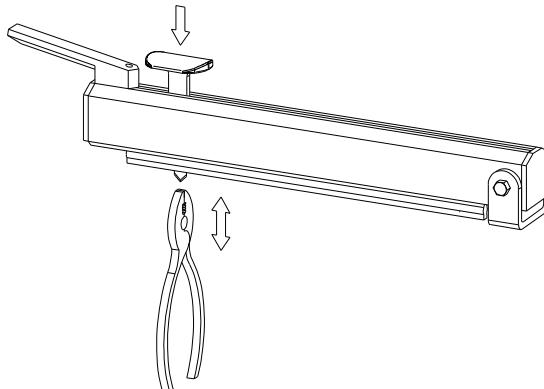

Fig2
5. Ist das Messer stumpf oder beschädigt, so kann man durch eindrücken des Messerschlittens das Messer aus der Halterung mit einer Zange entnehmen und ein neues Messer einsetzen (fig. 2).
5. Cuando la cuchilla está rota o deteriorada, se puede, apretando el botón rojo en la parte superior del brazo, sacar la cuchilla con unas pinzas y se sustituye por otra cuchilla (fig. 2).
5. Si le couteau est usé ou abîmé, on peut l'extraire de son support en pressant le bouton et en même temps le tirant à l'aide d'une pince. Agir de façon similaire pour le remplacer (fig. 2).
5. La latna usurato può essere sostituita semplicemente premendo il portalame, estraendo la vecchia lama e inserendone una nuova. E' consigliabile usare pinze (fig. 2).
5. Quando a lâmina deixar de cortar pode ser substituída, empurrando a lâmina para trás introduzindo uma nova (recomenda-se o uso de uma pinça fig. 2).
5. Når kniven er slidt eller knækket kan denne udskiftes ved at trykke knivholderen ned, hive kniven ud og isætte en ny. Det kan anbefales evt. at benytte en fladtang. (fig 2).
5. Förslitning avskärning - Ett slött knivblad utbytes genom att pressa ned den röda knivhållaren och dra ut knivbladet rakt ned (lämpligen med hjälp av en täng) och trycka in ett nytt emellan den fjädringsbelastade plåten i knivsläden (fig.2).
- En slitt kniv skiftes enkelt ved å trykke ned den røde knivholderen, dra ut den gamle kniven og skyv inn en ny. Kniven er meget skarp og det anbefales derfor å holde kniven med en tang (fig. 2).